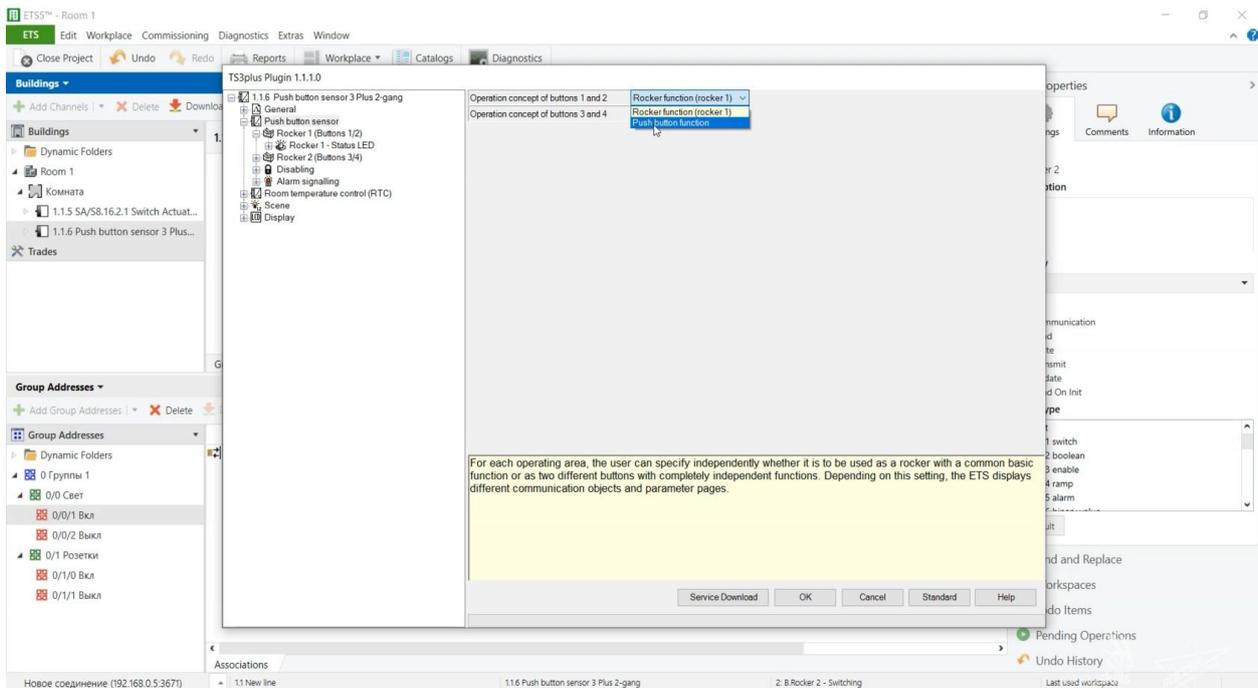

Рисунок 8 – Настройка управления рум-контроллером
2. Настраиваем управление рум-контроллером через Rocker 1 так, чтобы в нем было две кнопки: первая включает и выключает свет, а вторая – розетки. Переходим в раздел Push button sensor и в выпадающем списке выбираем Push button function. Сохраняем настройки нажатием на кнопку «ОК» (рис. 8).